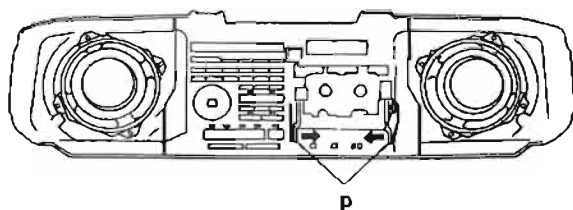

Abb. 24 Fig. 24
- 2 Haltestege p (Abb. 24) in Pfeilrichtung drücken und den Cassettenfachdeckel 15 zusammen mit der Drehfeder 22 nach vorne herausnehmen.
- Press the two ribs p (Fig. 24) in direction of the arrow and remove forwards the compartment lid 15 together with the torsion spring 22.